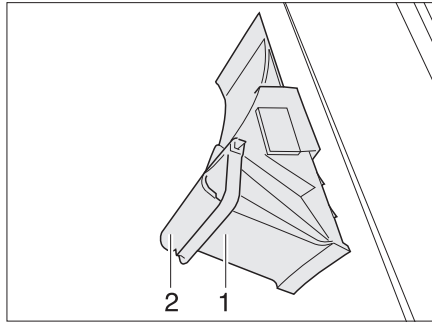

Fig. 14 Cale de roue
- Pousser l'étrier de fixation (Fig. 14,2) vers le bas.
- Retirer la cale de roue (Fig. 14,1) du support.